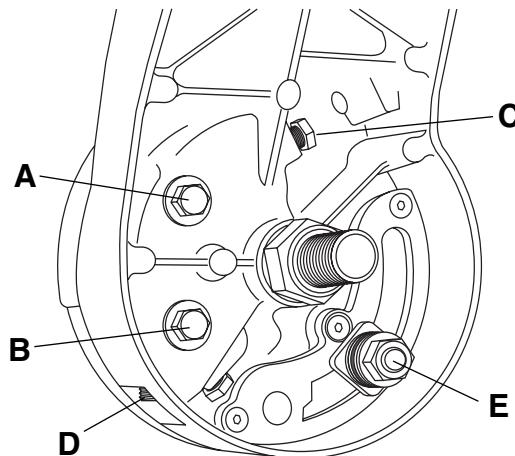

Figure 2. Réglage de la lame à 0° (90° par rapport à la table)
3. Desserrez les têtes de boulons 'A' & 'B' d'au moins un tour complet à l'aide de la clé plate de 10 mm (Figure 2).
4. Placez l'embout de clé Allen de 4 mm sur l'outil multifonctions et devisez la vis de blocage 'D' d'au moins 3 tours complets (Figure 2).